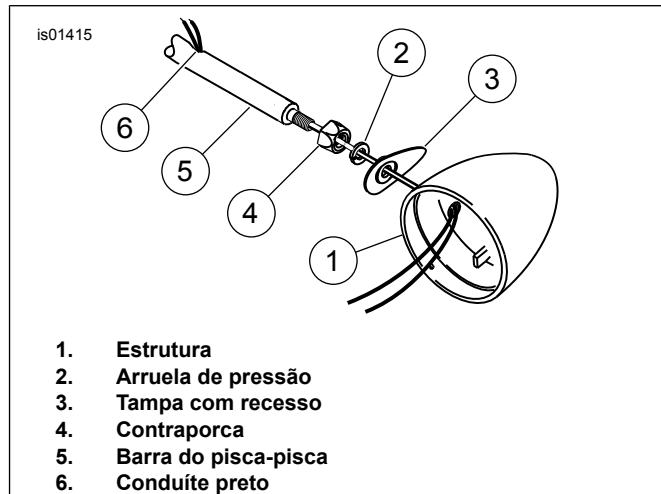

Figura 3. Instalação do pisca-pisca
4. Veja a Figura 3. Instale as contraporcas cromadas (4) em ambas as extremidades da barra do pisca-pisca. Oriente os fios do pisca-pisca:
- a. através do furo rosqueado na estrutura do pisca-pisca (1),
- b. através da placa da tampa com recesso (3),
- c. através da nova arruela de pressão de 5/16 pol. (2),
- d. insira os fios na extremidade da barra do pisca-pisca (5), e
6. Parafuse a estrutura do pisca-pisca (1) na extremidade com parafuso rosqueado tomando cuidado para não torcer os fios. Deixe a estrutura do pisca-pisca fixada na barra sem apertar. Instale a lâmpada e a lente.